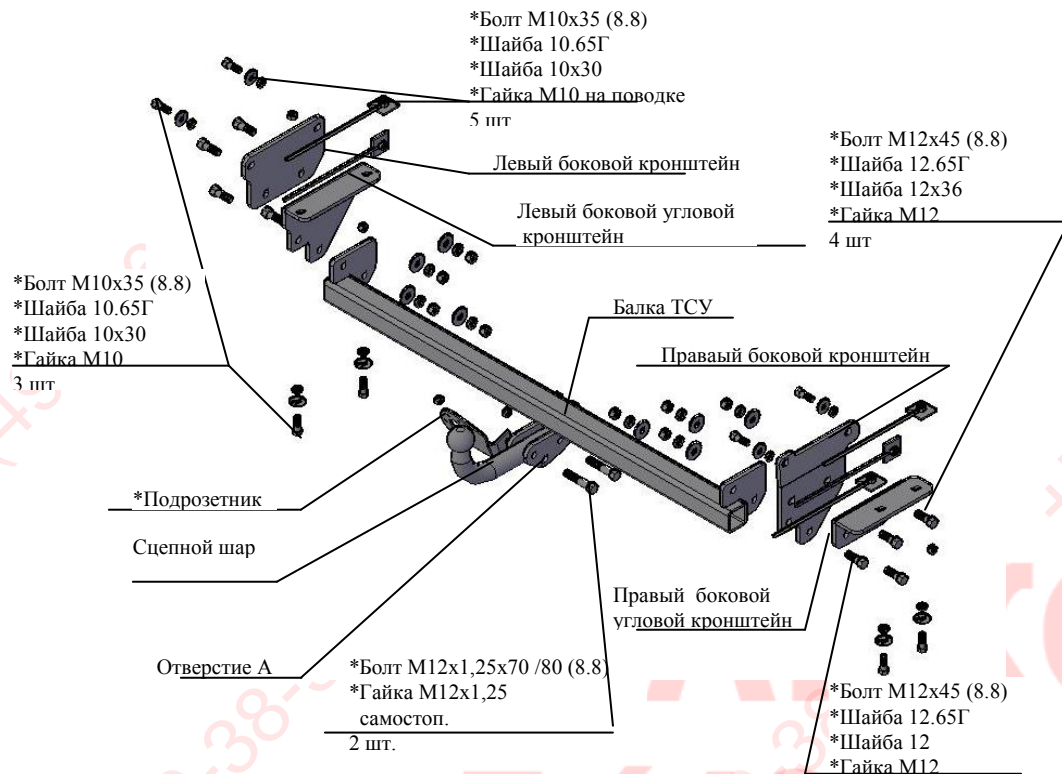

Рис.1 Тягово-сцепное устройство 7720. 4 шт
2.1 ТСУ 7720 в сборе (рис.1)	1 шт.
2.2 Пакет с комплектующими (см. рис.1)	1 шт.